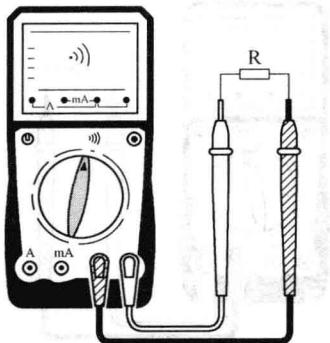

图 1-12 电路通断测量
1) 将红、黑表笔插入孔中, 如图 1-12 所示。
(6) 闭合角测量